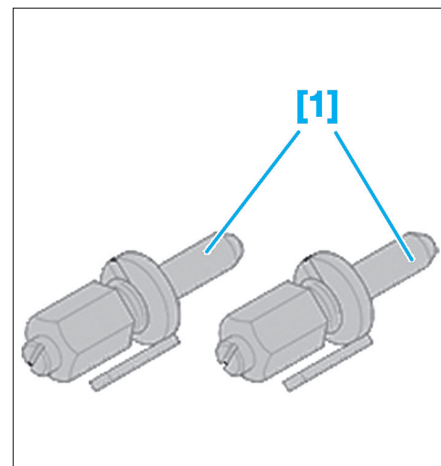

Fig. 74
- [1]. Jeu d'étriers de positionnement (Ref. 0539-S) (Fig.74).